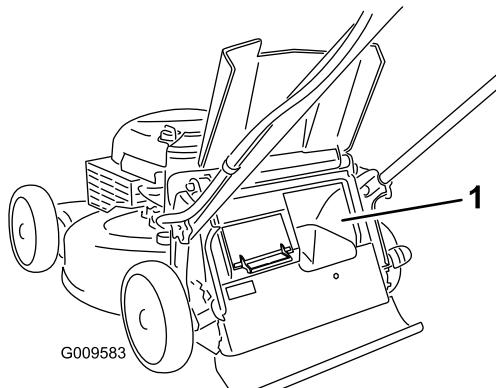

Figura 22
**Importante:** Para asegurar un funcionamiento correcto, retire cualquier recorte de hierba y otros residuos de la tapa de ensacado a demanda y del hueco adyacente (Figura 22) antes de mover la palanca de ensacado a demanda de una posición a la otra.